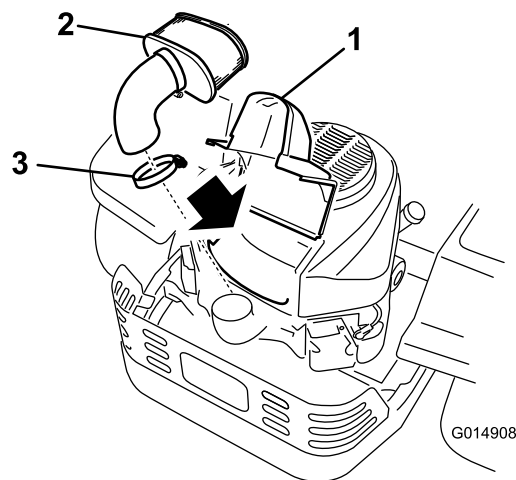

Figura 28
3. Limpie alrededor de la tapa del limpiador de aire para evitar que la suciedad penetre en el motor y cause daños. Levante la cubierta y retire la abrazadera que sujeta el conjunto del limpiador de aire al motor (Figura 28).
4. Afloje la abrazadera y retire el elemento de papel (Figura 28).